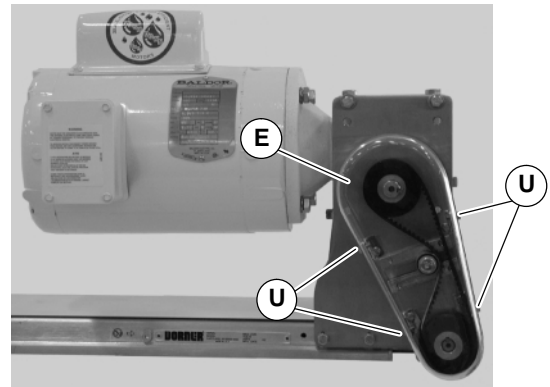

Abbildung 21
1. Vier (4) Schrauben (U siehe Abbildung 21) entfernen und Abdeckung (E) abnehmen.
4. Die Abdeckung (E siehe Abbildung 21) mit vier (4) Schrauben (U) befestigen. Mit 4 Nm festziehen.